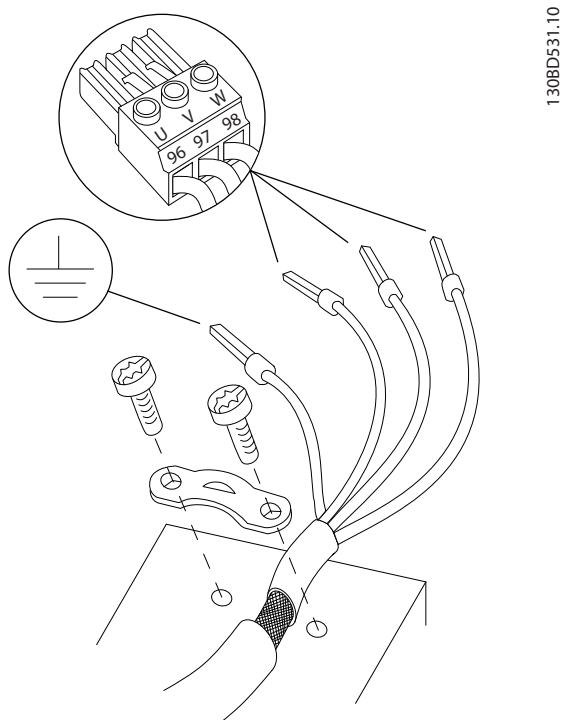

Рисунок 4.3 Подключение двигателя
3. Подключите провод заземления к ближайшей клемме заземления в соответствии с инструкциями по заземлению в *глава 4.3 Заземление*, см. *Рисунок 4.3*.
4. Подключите проводку трехфазного двигателя к клеммам 96 (U), 97 (V) и 98 (W), см. *Рисунок 4.3*.